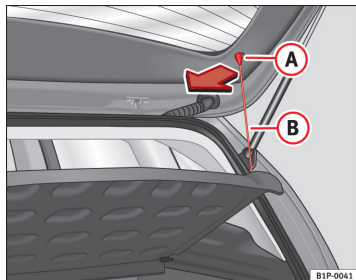

Fig. 105 Bagagerumsafdækning
- Hægt stropperne ⇒ Fig. 105 (B) af holderne (A).